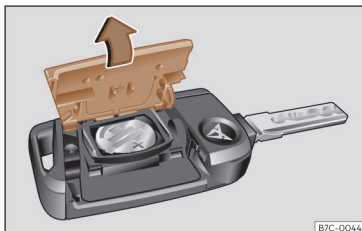

Fig. 67 Chave do veículo: abertura da tampa do compartimento da pilha
- Retire a tampa na parte traseira da chave do veículo >>> Fig. 67 na direção da seta >>> ❶.
- Coloque a tampa tal como se mostra >>> Fig. 67 e pressione-a na carcaça da chave do veículo, no sentido contrário ao da seta, até que encaixe.